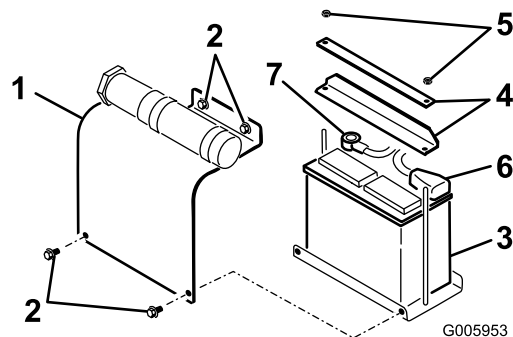

図 5
1. バッテリーカバーを固定しているボルト4本を外して、バッテリーカバーを取り外す(図 5)。
2. バッテリー固定用のバーとナットを外す(図 5)。
5. プラットフォームにバッテリーを取り付ける（図 5）。
6. 先ほど取り外したナットとバーで、バッテリーをシャーシに固定する（図 5）。
7. バッテリーのプラス端子にプラス（赤）ケーブルを接続する（図 5）。ゴムカバーをかぶせる。
8. バッテリーのマイナス端子にマイナス（黒）ケーブルを接続する（図 5）。
9. バッテリーカバーを取り付ける（図 5）。